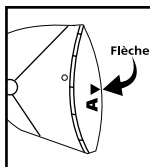
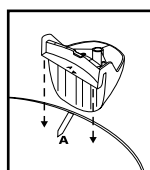

FIGURE 2
FIGURE 3
5. Prendre le pied à roulette marqué A et aligner la flèche du pied **FIGURE 2** avec la flèche du gabarit, également marquée A **FIGURE 3**.